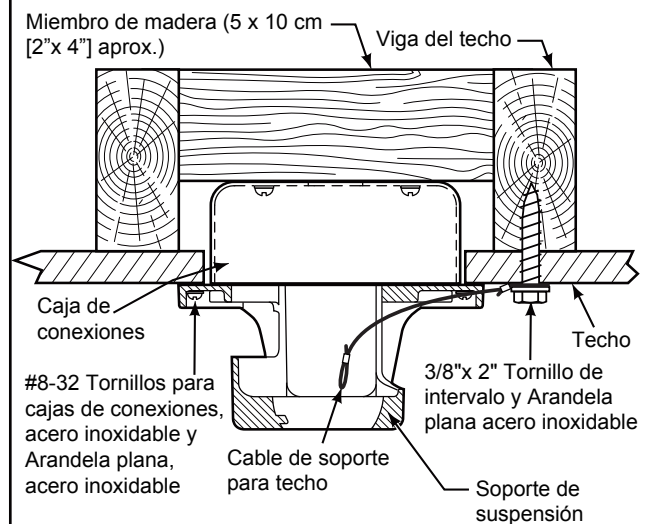

Figura 3
1. Fije adecuadamente el soporte colgante a la caja de empalme del techo que sea aceptable para el soporte del techo. Usando los tornillos de la caja de salida #8-32 y las arandelas planas suministrado con el ventilador. (Figura 3)
2. Perfore un orificio de 1/4" en la estructura del edificio para evitar grietas con la instalación del tornillo de intervalo. Utilice el tornillo de intervalo de 3/8"x 2" y la arandela plana para fijar el cable de seguridad a la viga del techo o a la estructura de madera. Dicho tornillo pasará a través de arandela plana, la presilla del cable de seguridad y se fijará en la estructura del edificio. (Figura 3)
NOTA: El cable de soporte para techo no se puede asegurar solamente a la caja de conexiones; se debe asegurar directamente a la viga de techo o miembro estructural con el tornillo de cabeza cuadrada de 3/8"x2" y la arandela plana. (Figura 3)